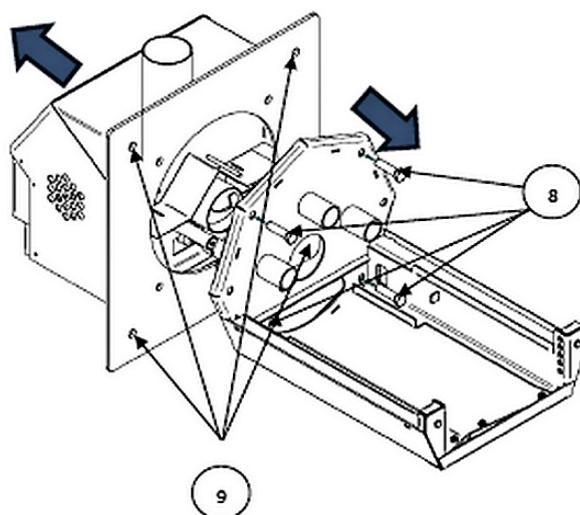

Рисунок 11.
8. Открутите 4 болта и извлеките камеру сгорания (Рис. 11). После извлечения камеры сгорания, необходимо также отделить корпус горелки от транспортировочной пластины посредством ее поднятия и извлечения из фиксирующего фланца.
9. Если транспортировочная пластина необходима для монтажа горелки, то необходимо закрепить её с внешней стороны с помощью четырех болтов (Рис. 11).